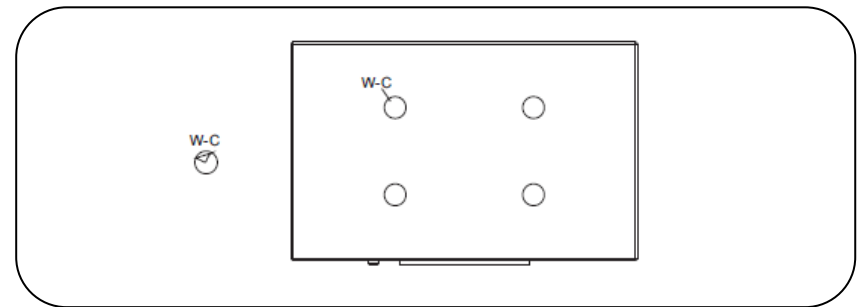

Figura 7
- Quitar el papel protector del adhesivo de doble cara de las almohadillas de goma y pegarlas en la parte inferior del equipo, como se muestra en la Figura 7.